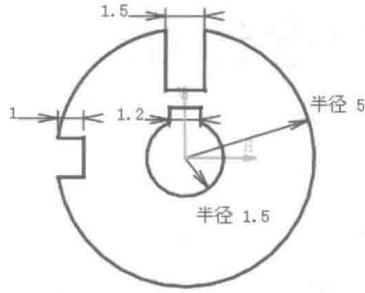

图 2.5 添加水平约束
Step5. 添加图 2.5 所示的水平约束。选择下列菜单 **插入** → **约束** → **约束创建** → **水平** 命令；标注图中各直线的尺寸。